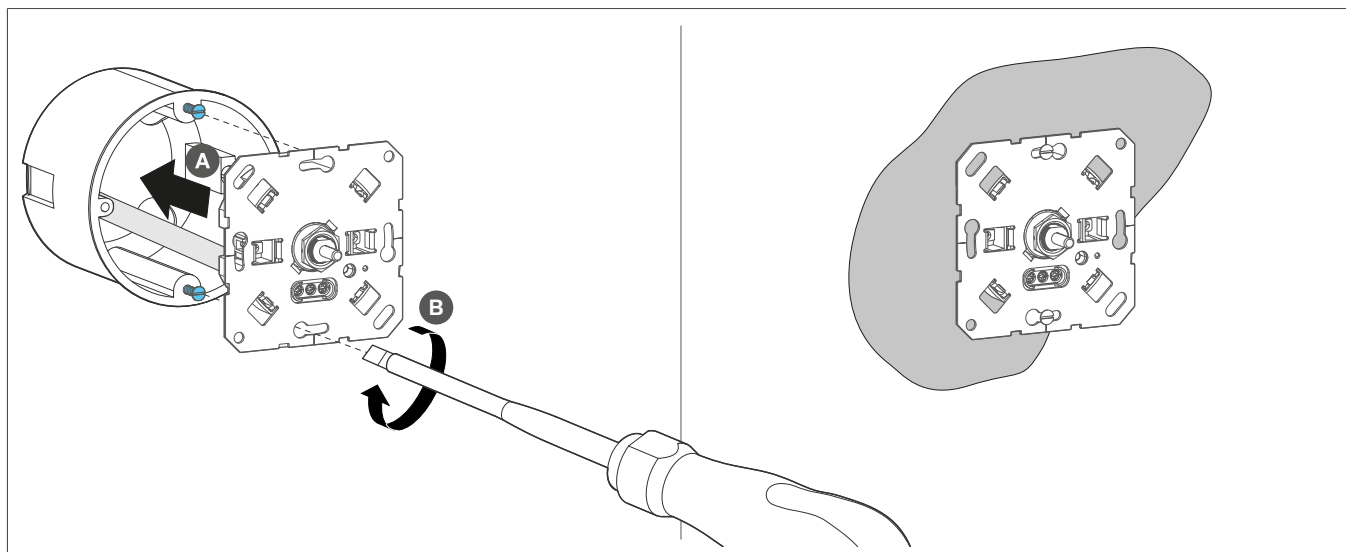

Bild 6: Dimmer einsetzen und befestigen
- 3 Dimmer in Gerätedose einsetzen **A** und mit Schrauben befestigen **B** (Bild 6).